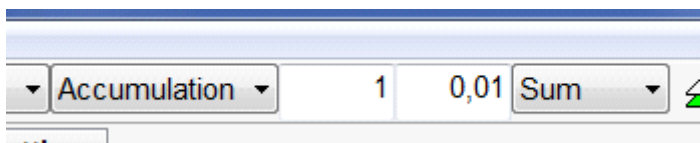

Рис. 5.6. Вид части рабочей панели при работе в режиме накопления сигнала.
- Accumulation (режим накопления сигнала. В данном случае возможны два варианта: Sum и Average. Также в этом режиме изменится внешний вид рабочей панели (рис. 5.6).